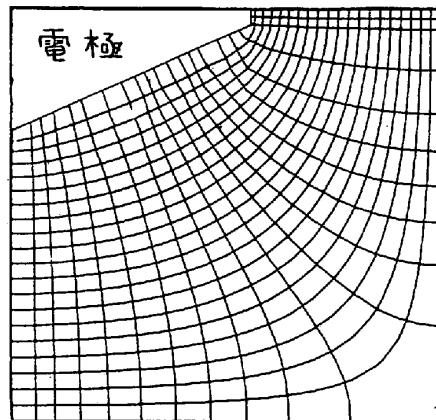
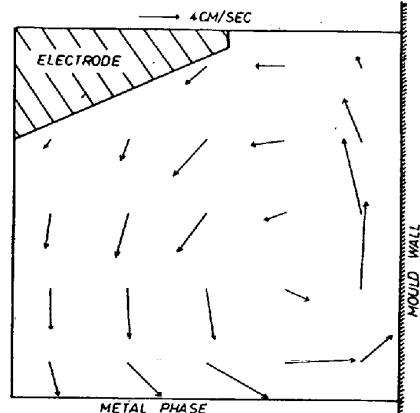

図1 等電位線と電流線
図2 流速分布
3. 結果 図1に(1), (2)式を解いて得られた等電位線と電流線の一例を示す。図2に(1)~(7)式を連立して解いて得られた計算結果を示す。図2はスラグの粘性が、1 centipoise の場合で、最大流速は約9 cm/sec であったが、粘性を1 poise にした場合には、約2 cm/sec となった。